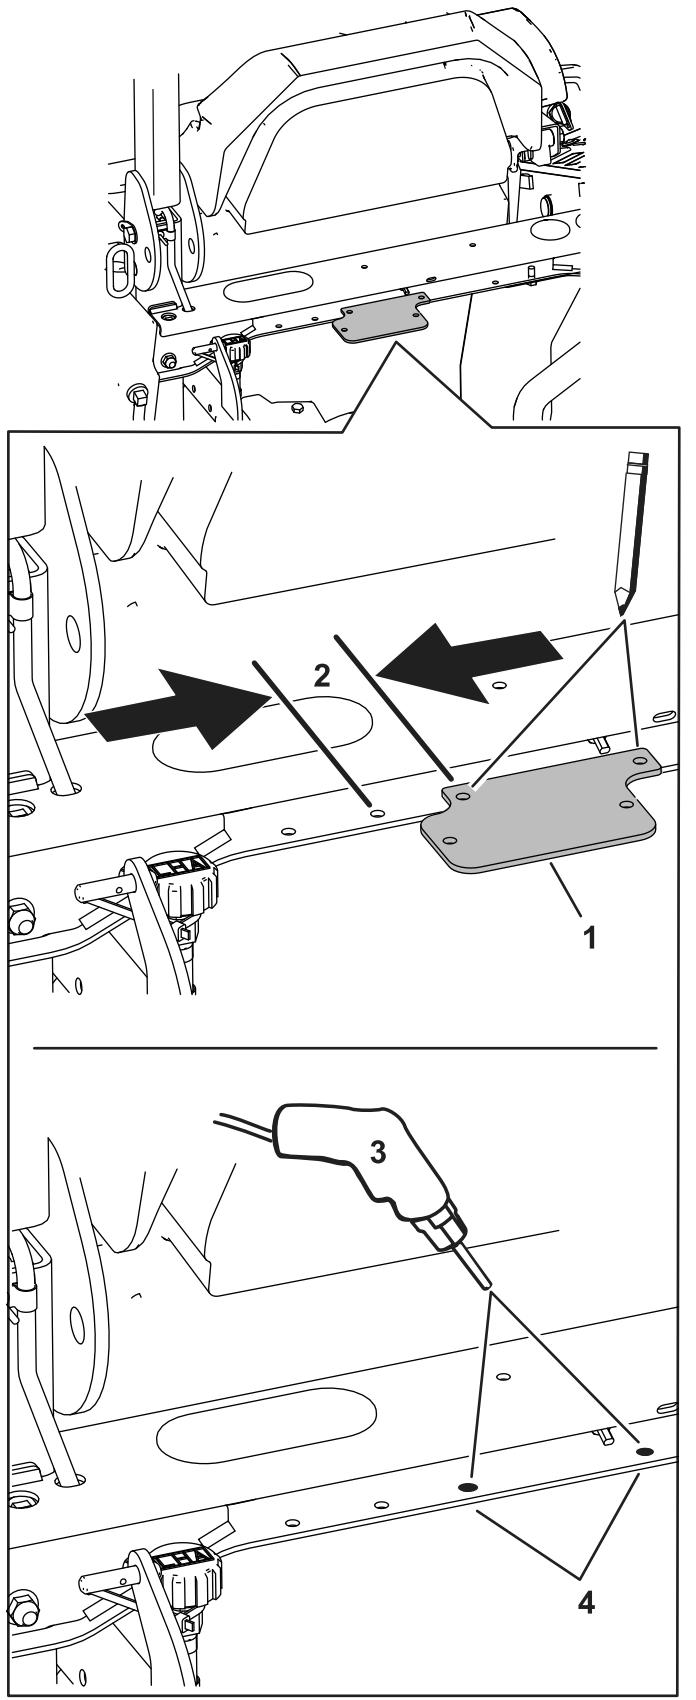

図 1
3. マシンのフレームの図 1に示す部分に穴があるかどうか調べる。穴があれば 6へ進む。
4. 取り付けブラケットを型紙として使って、穴の位置決めをする図 1。
5. マシンのフレームに直径 7.1 mm の穴を開ける図 1。